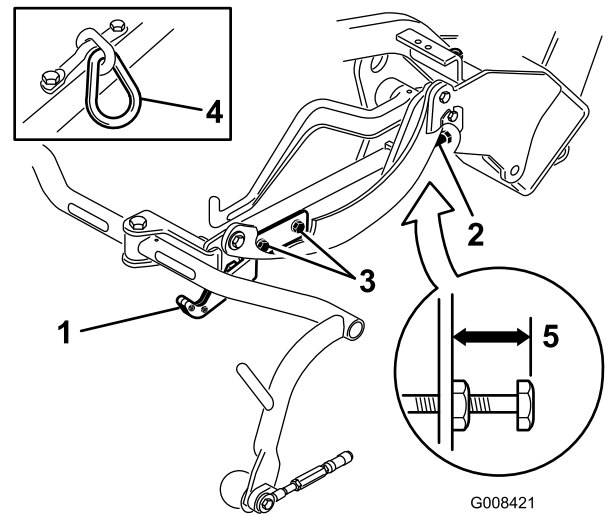

図 13
7. キャリアフレームの高さが同じでない場合には、キャリアフレーム調整ねじについているジャムナットをゆるめる 図 12と図 13と図 14。高くするにはねじを外方向にまわし、低くするには内方向にまわす。調整ができればジャムナットを締めて調整を固定する。